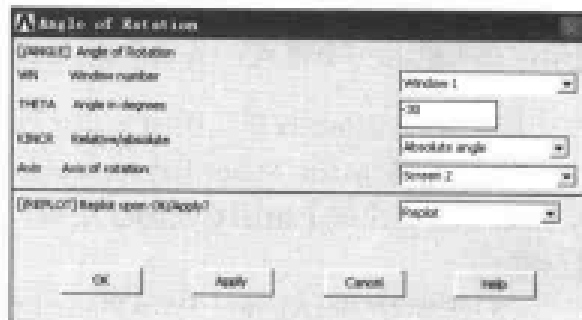

图 9-105 设置视图转角对话框
(10) 选择 Utility Menu | PlotCtrls | View Settings | Angle of Rotation 命令，出现 Angle of Rotation 对话框，在 THETA Angle in degrees 文本框中输入 -30，其余选项均采用默认设置，如图 9-105 所示，单击 OK 按钮关闭该对话框。